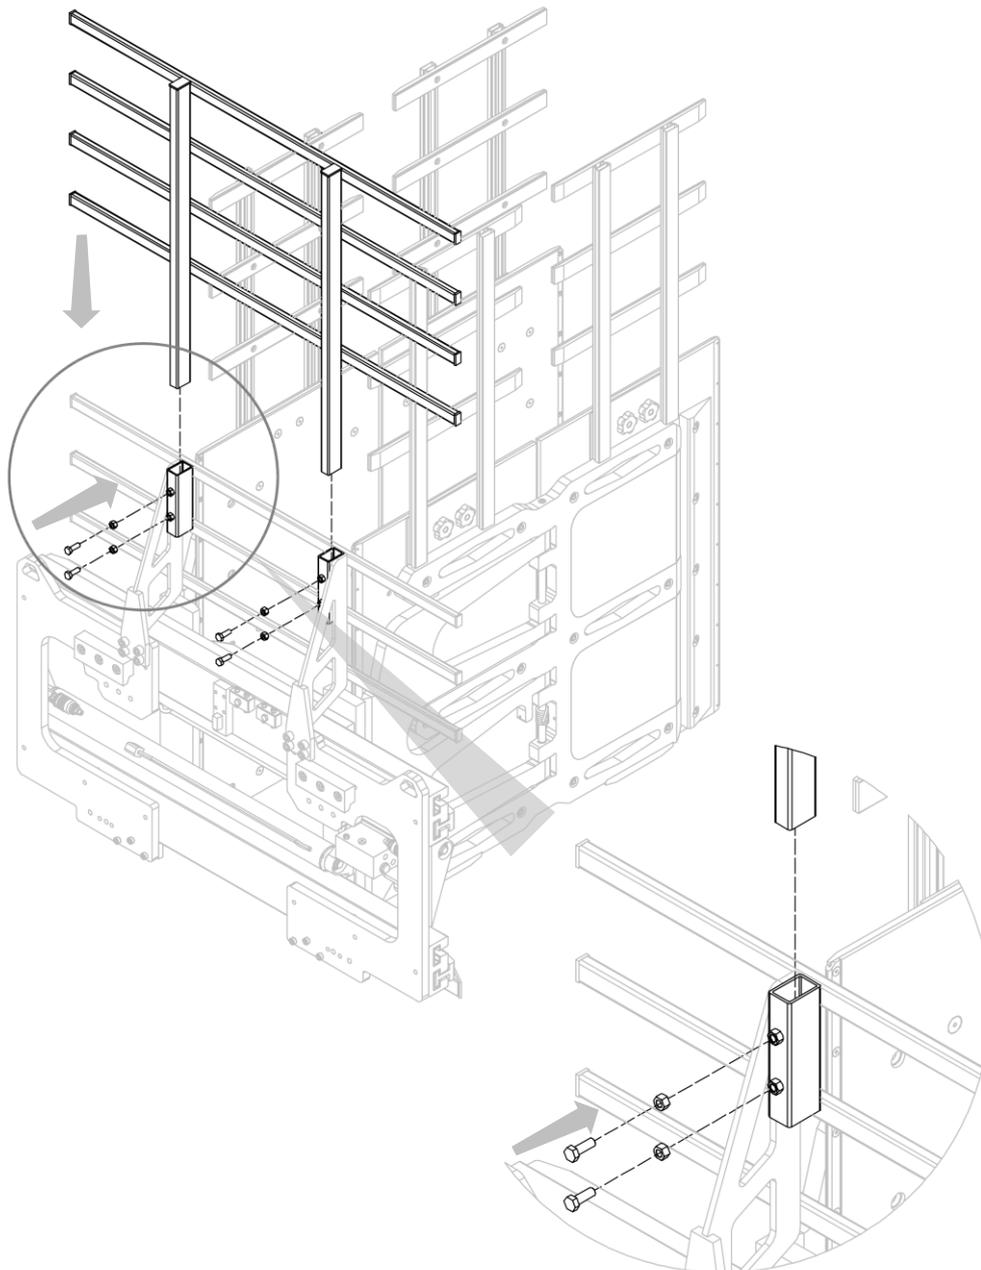

Abbildung 44
4. Montieren Sie den oberen Teil des Lasthalterahmens mit den Schrauben und Gegenmuttern (siehe *Abbildung 44*).